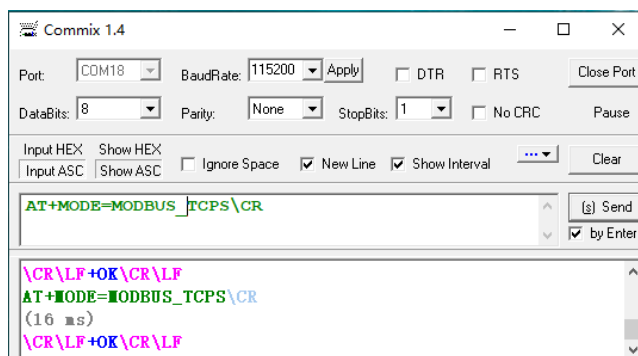

图 6-22 设置 MODBUS_TCPS 模式 AT 指令
1) 将模块设置为 MODBUS_TCPS 模式，端口设置为 5000。可通过 AT 指令和网页两种方式进行设置，以 AT 指令设置为例，如图 6-22 所示。具体 AT 指令模式进入操作请参考，AT 指令集部分。
- 2) 如图 6-22 所示，收到 "+OK"表明模块设置 MODBUS_TCPS 模式完成。然后退出 AT 指